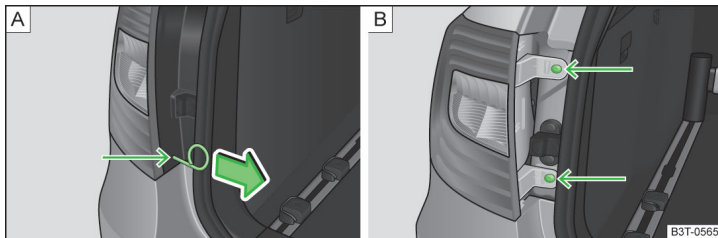

Abb. 209 Ausbauen: Abdeckung/Leuchte
- Den Bügel zum Abziehen der Radvollblenden » Seite 212, Bordwerkzeug in die Bohrung an der mit dem Pfeil gekennzeichneten Stelle stecken » Abb. 209 - **A**.
- Die Abdeckung in Pfeilrichtung abziehen » Abb. 209 - **A**.
- Die Leuchte mit dem Schlüssel aus dem Bordwerkzeug abschrauben » Abb. 209 - **B**.